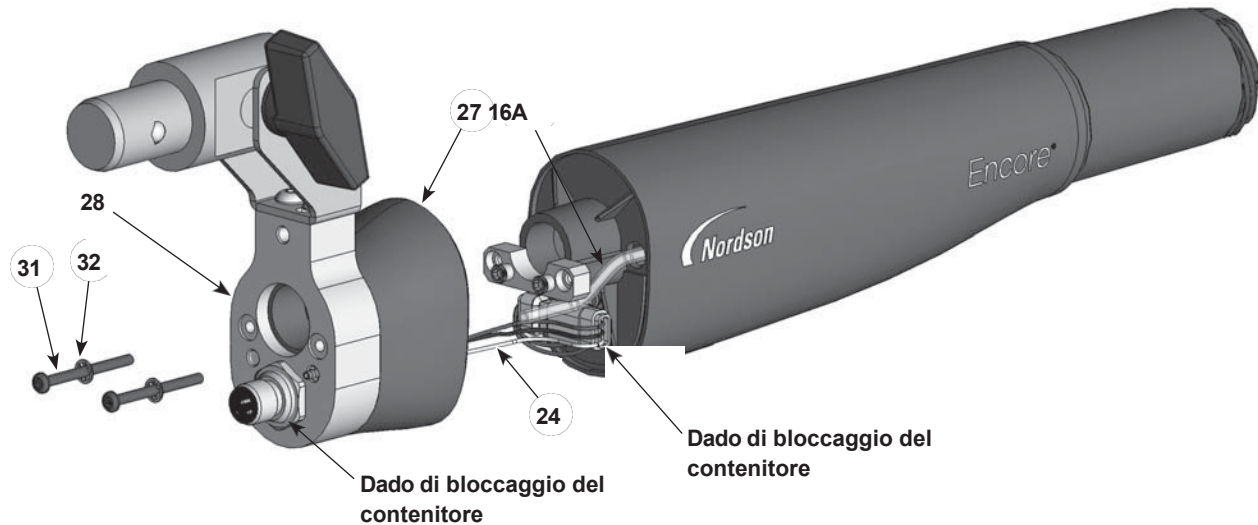

Figura 16 Smontaggio dell' e della pistola - Sostituzione del tubo della polvere
3. Vedere la Figura 16. Svitare e rimuovere le due viti a croce (31) e le rondelle di bloccaggio dentate interne (32) dal tappo terminale (28).
- c. Vedere la Figura 16. Svitare il controdado dal ricettacolo, quindi rimuovere il ricettacolo e il cablaggio dal tappo terminale.
17. Vedere la Figura 16. Installare il tappo terminale e il gruppo corpo pistola posteriore sul corpo della pistola, assicurandosi di non schiacciare i cavi del cablaggio.